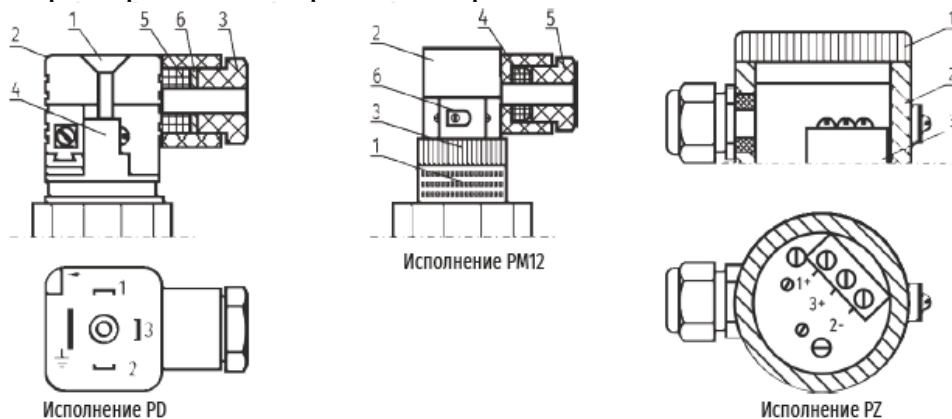

Рисунок 10 – Электрическое подключение исполнений корпусов PD, PZ, PM12
- открутить винт 1, соединяющий угловую коробку с корпусом преобразователя (рисунок 10);
- вращая стальную гайку против часовой стрелки отсоединить розетку от корпуса преобразователя (рисунок 10);